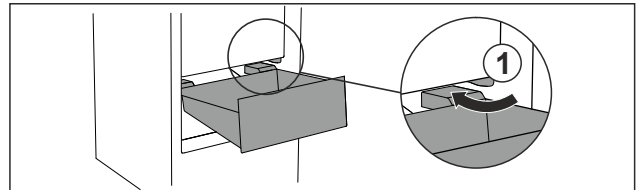

Fig. 106
- Predal speljite poševno okrog zaustavljalnikov Fig. 106 (1).